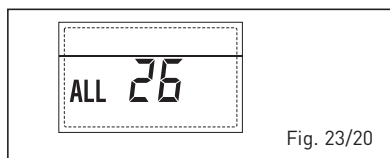

Fig. 23/20
– **ANOMALÍA COHERENCIA APLICACIÓN SOLAR “ALL 27” (fig. 23/21).**